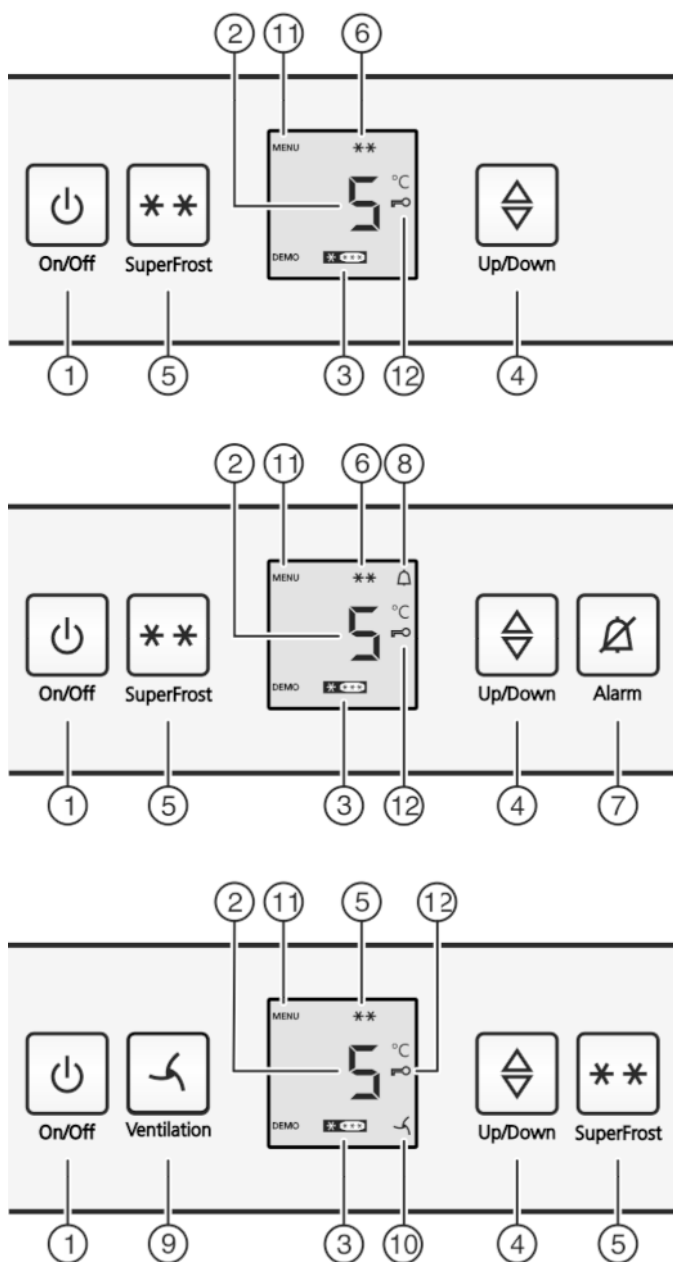

Fig. 2
- ▶ Натиснете бутона On/Off Fig. 2 (1).
- ▶ Активиране на режим настройки: Натиснете бутона SuperFrost Fig. 2 (5) за ок. 5 секунди.
- ▷ На индикатора се показва символът Меню Fig. 2 (11)
- ▶ Потвърдете чрез кратко натискане на бутона SuperFrost Fig. 2 (5).
- ▷ Символът Защита от деца Fig. 2 (12) светва на индикатора.
- ▶ Натиснете за кратко бутона On/Off Fig. 2 (1).
- ▷ Символът Защита от деца Fig. 2 (12) угасва.
- ▶ Натиснете бутона Аларма Fig. 2 (7).
Заедно с това температурният индикатор и графичният символ Аларма Fig. 2 (8) мига.
Сирената автоматично спира, символът Аларма Fig. 2 (8) изгасва и температурният индикатор спира да мига, когато температурата отново е достатъчно ниска.
- ▶ Извикване на температурната функция: Натиснете бутона за настройка Fig. 2 (4).